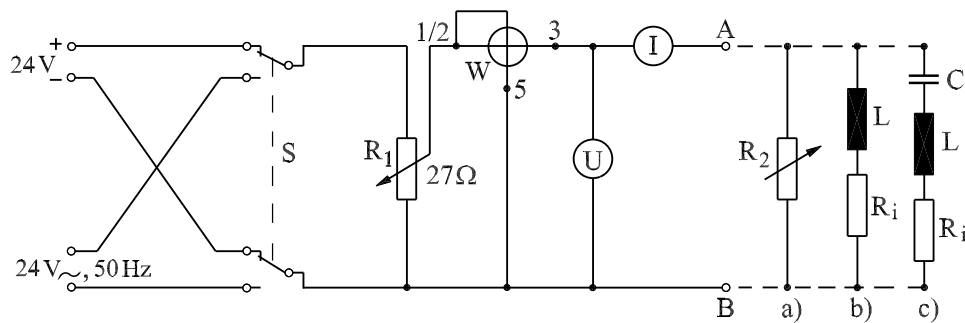

Abbildung 1: Messung der Leistungsaufnahme verschiedener Verbraucher
- Bauen Sie eine Schaltung zur Messung der Leistungsaufnahme verschiedener Verbraucher auf (Abb. 1) und lassen sie diese vor Anlegen der Spannung durch den Betreuer prüfen.